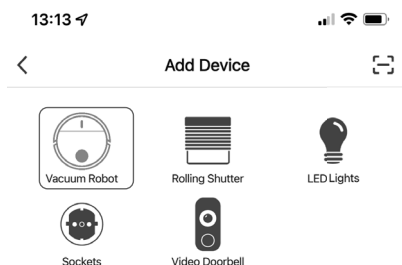

Fig. 2
- ▶ Selezionare la categoria di apparecchi ROBOT ASPIRAPOLVERE LASER (**vedere la fig. 2**).